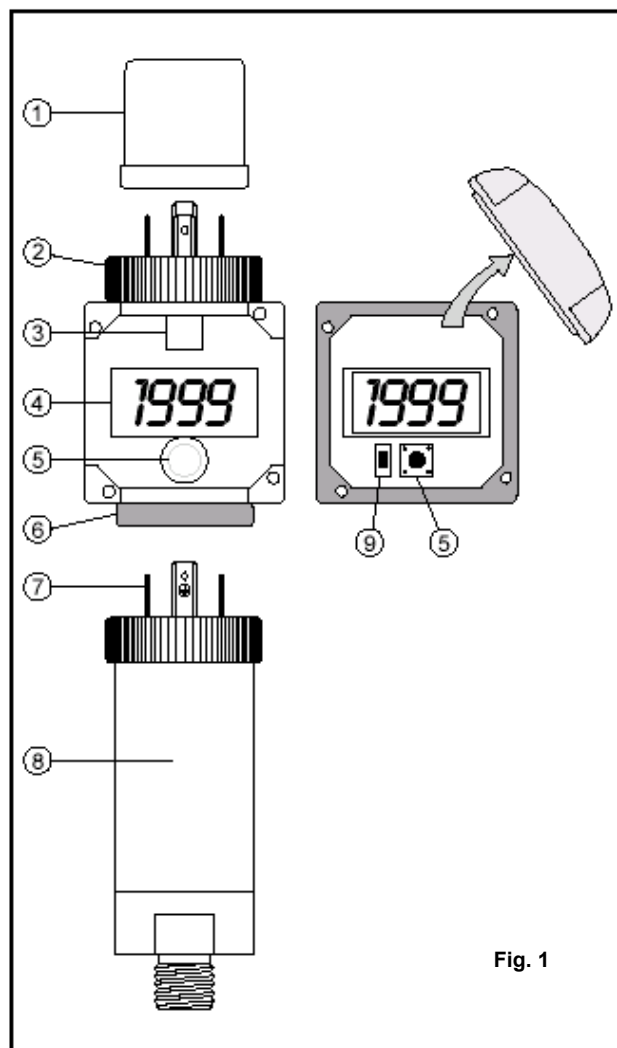

Fig. 1
La fig. 1 describe la configuración típica: el visualizador se encuentra situado entre el transmisor (8) y el conector suelto hembra DIN43650 (1).